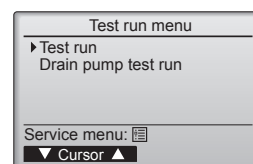

Fig. 7-2
- Velg "Test run" (Testkjøring) fra Testkjøring-menyen, og trykk på [VELG]-knappen. (Fig. 7-2)